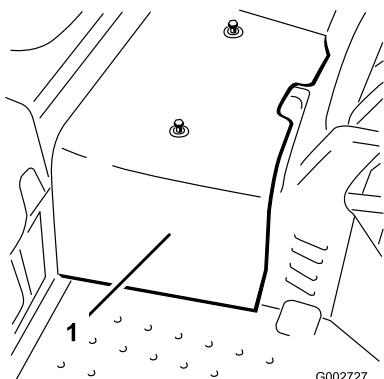

図 41
2. センターシュラウドを機体に止め付けているネジ2本を外してシュラウドを機体から取り外す(図 41)。